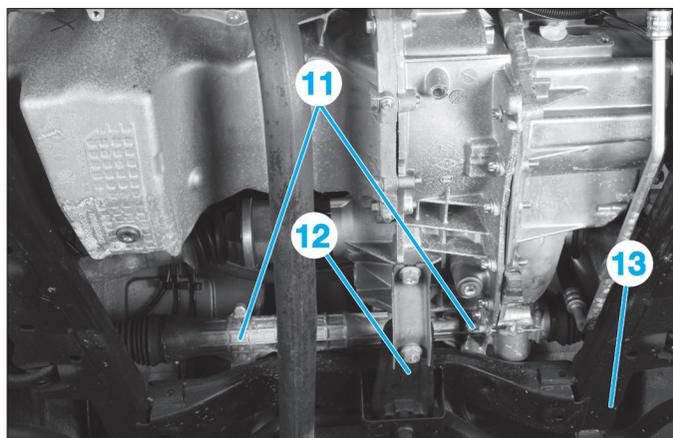
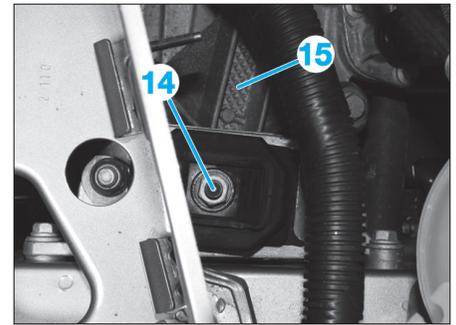

Fig. 9
Fig. 10
• Déposer les vis de fixation (11) du boîtier de direction sur le berceau (Fig.9).
- le tirant antibasculement (12),
- le berceau (13),
- l'écrou (14) du support de boîte de vitesses sur le silentbloc (Fig.10),
- le support de boîte de vitesses (15).